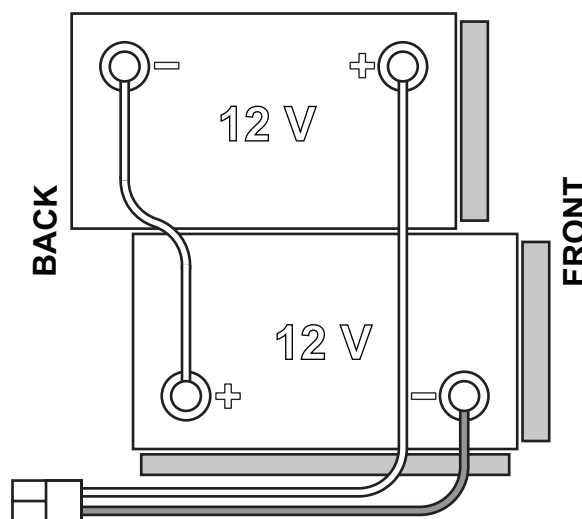

Figura 1
La máquina necesita de 2 baterías de 12 V, conectadas según el esquema que se indica en la Figura 1.
1. Quitar la llave usuario (51).
2. Desconectar el conector de las baterías (9).
3. Levantar la tapa (34) y controlar que el depósito del agua de recuperación (33) esté vacío, si no vaciarlo mediante el tubo de descarga (12).
4. Cerrar la tapa (19).
5. Empuñar la manilla (16) y levantar el depósito (33) con cuidado.
7. Colocar e instalar los cables de las baterías como se indica en el esquema de la Figura 1, luego apretar con atención el dado sobre cada borne de las baterías.
8. Colocar la tapa de protección encima de cada borne, luego conectar el conector de las baterías (9).
9. Empuñar la manilla (16) y bajar el depósito (33) con cuidado.